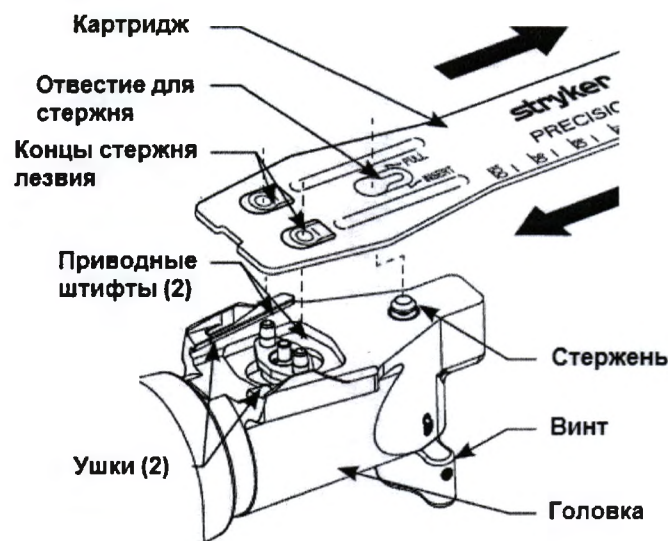

Рис. 1 – Установка картриджа
3. Взяв картридж указателем FULL INSERT вверх, установите его на головку, совмещая концы стержня лезвия с приводными штифтами на головке (см. рис. 1).